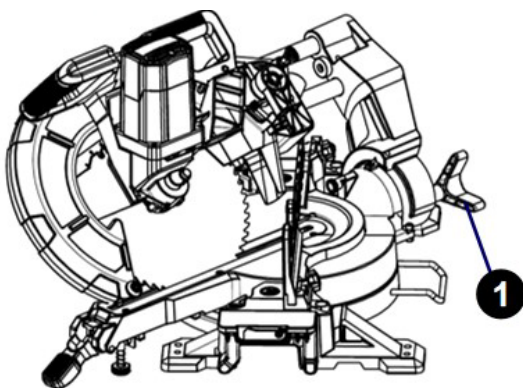

Abb. 14: Kreuzschnitt
Schritt 1: Lösen Sie den Feststellknopf für die Schrägstellung (Pos. 1, Abb. 14) und positionieren Sie den Schneidkopf in der gewünschten Schrägstellung. Verriegeln Sie den Gehrungssperrknopf.